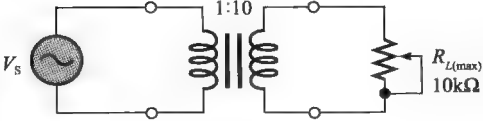

图 14-53
25. 在图 14-53 中，电源电阻为 50Ω，为了获得最大功率传输，求 R_L 必须调整为何值？
26. 在图 14-53 中， $R_{in} = 50Ω$ ， $V_s = 10V$ ，试画出 R_L 值从 1kΩ 到 10kΩ、步进值为 1kΩ 的功率曲线。